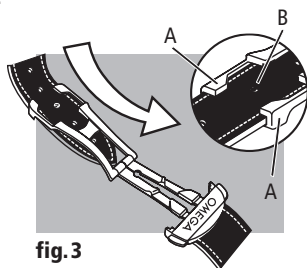

fig.3
Ajust de la longitud (fig. 3): allibereu la part més llarga del braçalet de les dues guies (A) i del botó (B). Ajusteu el braçalet fins a la posició desitjada i torneu a inserir-lo al botó i les dues guies. Proveu-vos el rellotge i, si cal, torneu a ajustar la longitud.
Ajust de la longitud de la polsera (fig. 3): aixequi la fulla de bloqueig per alliberar l'extrem de la corretja. Feu lliscar la corretja fins a obtenir la longitud desitjada i bloquegeu-la amb la fulla de bloqueig fins que faci clic.
Ajust de la longitud del braçalet (fig. 3): obriu el tancament per alliberar la part més llarga del braçalet del botó. Ajusteu el braçalet fins a la posició desitjada i torneu a inserir-lo al botó. Proveu-vos el rellotge i, si cal, torneu a ajustar la longitud.